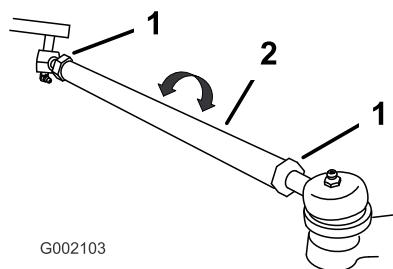

Figura 45
7. Se la misura non rientra nel campo specificato di 0–6 mm, allentate i controdadi da ambo i lati dei tiranti (Figura 45).